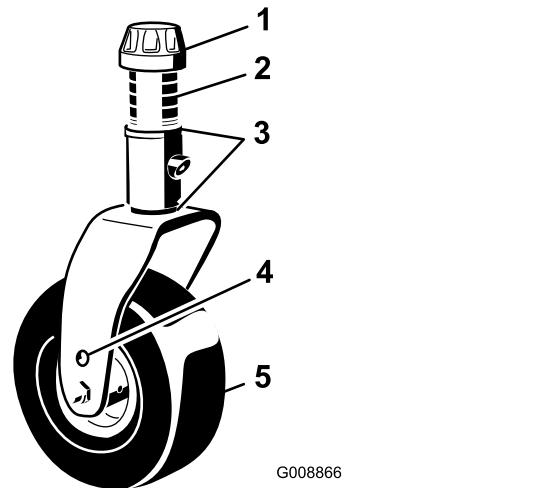

Figura 5
2. Coloque los ejes de las ruedas giratorias en el mismo taladro en ambas horquillas. Consulte en Figura 5 los taladros correctos para cada ajuste.
- Retire el casquillo tensor del eje (Figura 5) y deslice el eje fuera del brazo de la rueda giratoria. Coloque los 2 suplementos ($\frac{1}{8}$ ") en el eje de la misma forma que en la instalación original. Estos suplementos son necesarios para obtener el mismo nivel en toda la anchura de las unidades de corte. Coloque el número adecuado de espaciadores de 1,25 cm (consulte la tabla siguiente) en el eje para conseguir la altura de corte deseada, luego coloque la arandela en el eje.